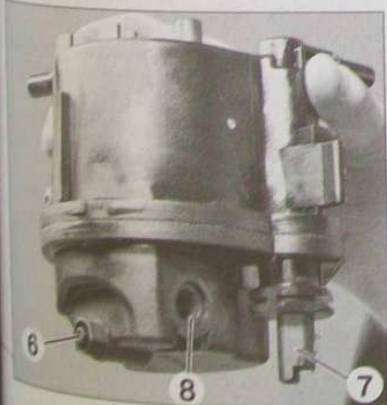

FIG.31
- Ouvrir la vis de purge (6) (Fig.31).
- Déconnecter le réchauffeur de combustible (7) et le capteur de présence d'eau (8) si équipé (Fig.31).